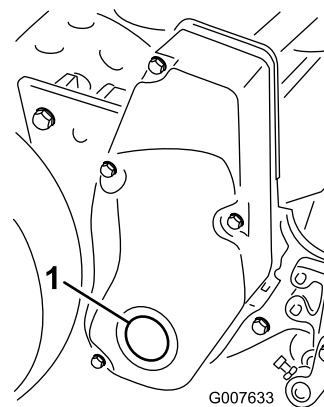

Figura 63
1. Rimuovete il tappo nella copertura dell'azionamento del cilindro destro (Figura 63).